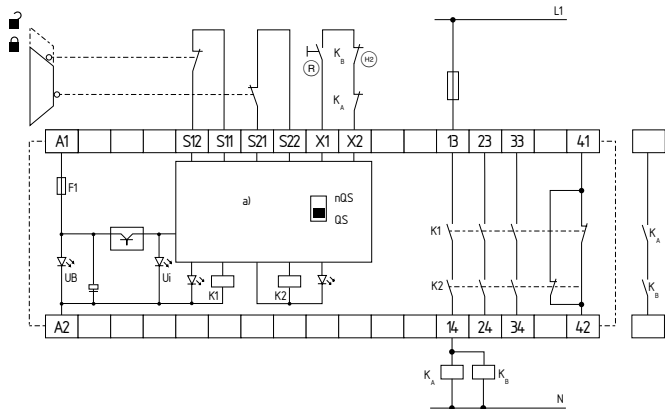

Abb. 4
Zweikanalige Ansteuerung, dargestellt am Beispiel einer Schutztürüberwachung mit zwei Positionsschaltern, davon ein Kontakt zwangsöffnend, mit externem Reset-Taster (R) (siehe Abb. 4)
- (R) = Rückführkreis